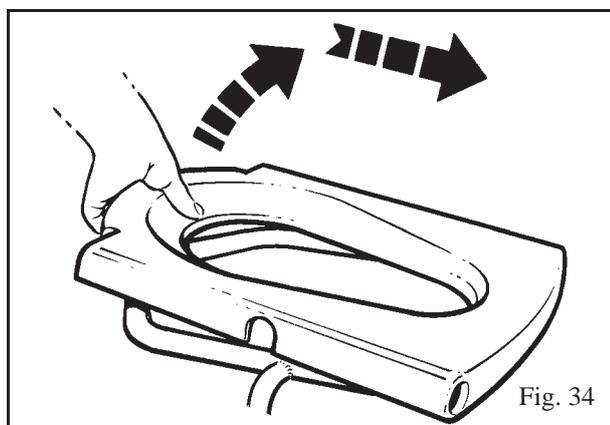

Fig. 34
2. Deslize o assento para frente por uma distância curta, até que se solte da tubulação da estrutura, e levante-o. (Veja Fig. 34)